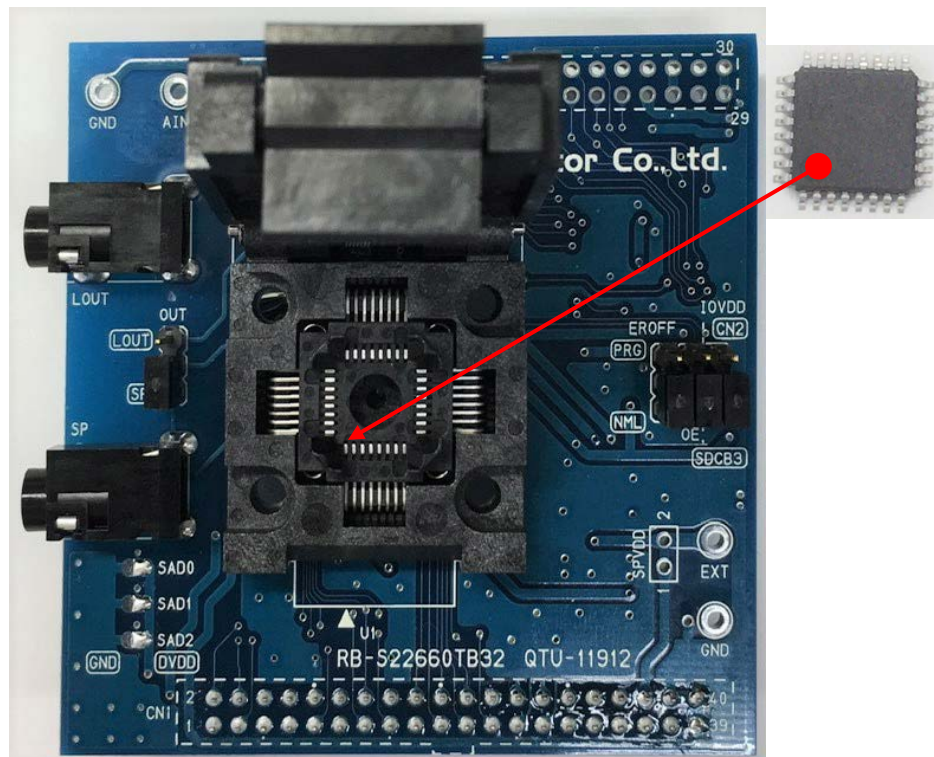

図 1 外観
- 本ボードにデバイスをセットする際には、電源を切った状態で行ってください 1 ピンはソケット開口部に対して向かって左下、基板シルク▲の位置です。デバイスのセット方向を図 1 に示します。